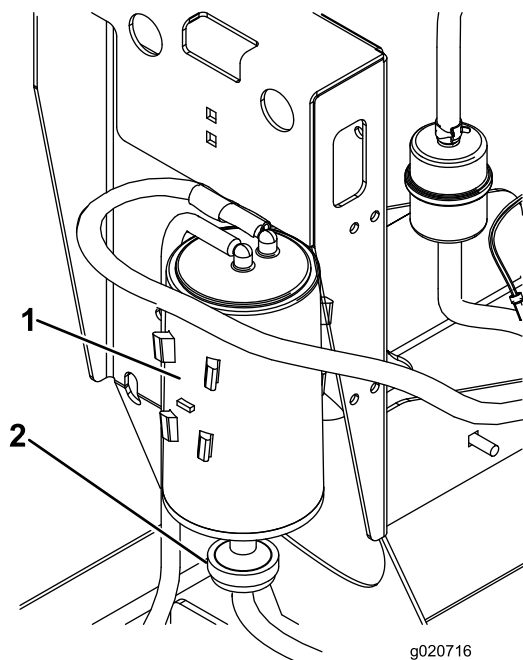

Figura 18
2. Desconecte la manguera del filtro de aire del cartucho de carbón (Figura 18).
3. Retire y deseche el filtro de aire del cartucho de carbón (Figura 18)